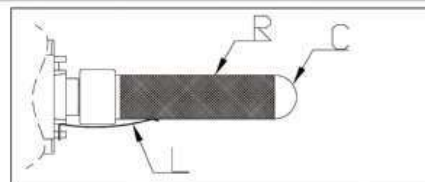

Fig.40
**VERSIONE ORIZZONTALE (Fig. 40)**
- Svitare delicatamente il condensatore al quarzo (C).
- Sfilare la rete (R) esterna al tubo: se l'operazione risulta difficoltosa, ruotare leggermente la rete attorno al condensatore al quarzo.
**HORIZONTAL VRSION (Fig. 40)**
- Gently unscrew the capacitor (C).
- Remove the external net (R) of the tube: if the operation results to be difficult, rotate slightly the net around the quartz capacitor.